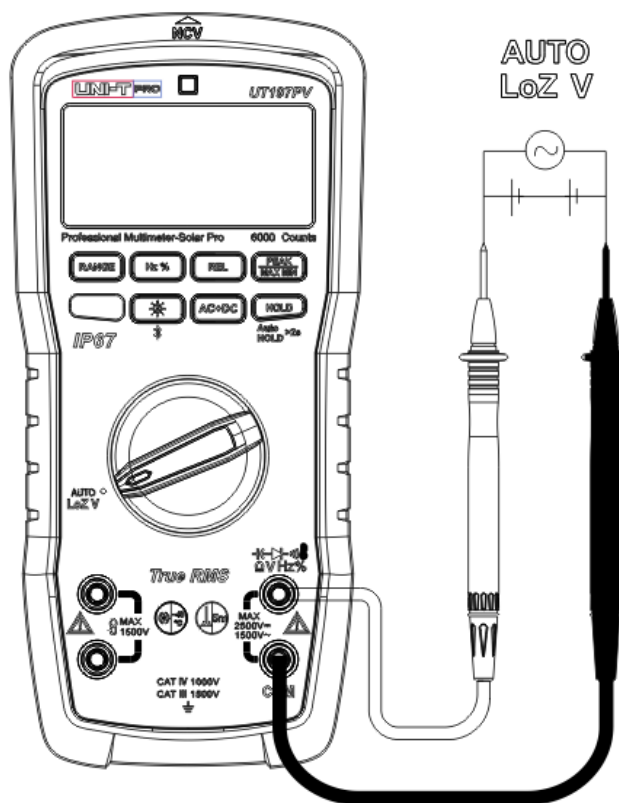

Figure 4
1. Mesure automatique de la tension AC/DC (Auto-V LoZ) (Figure 4)